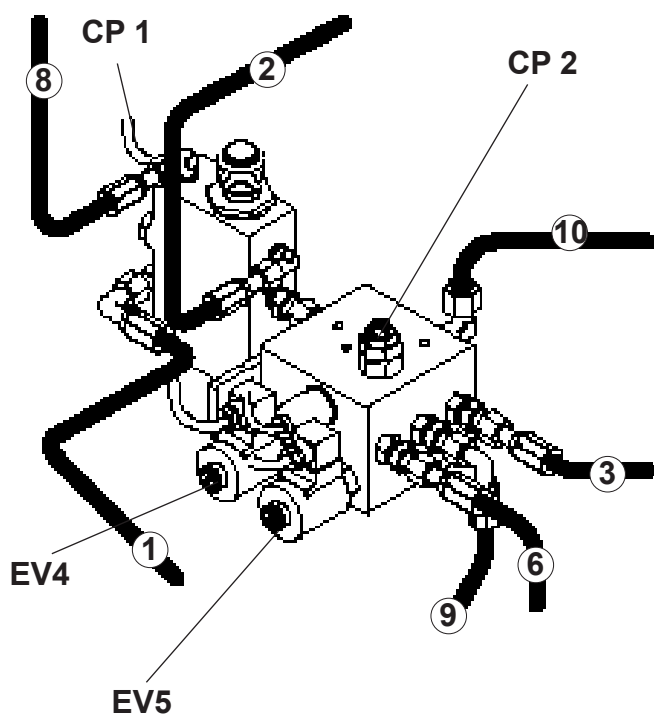
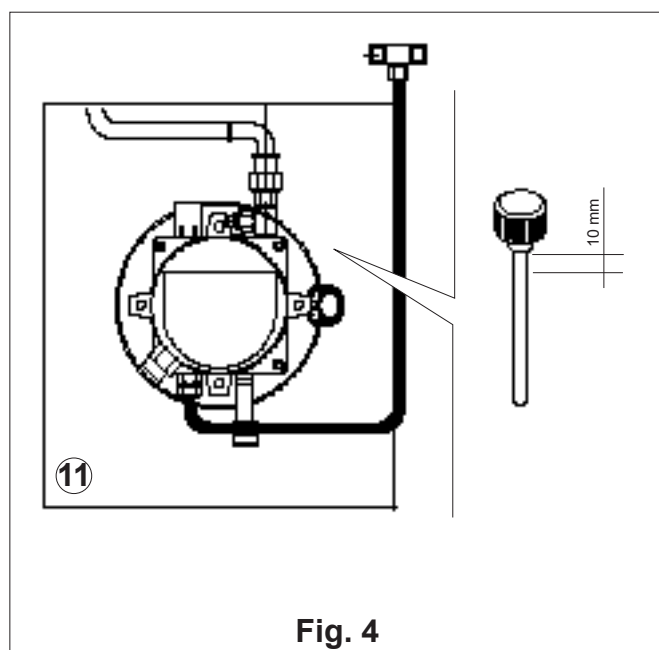

Fig. 3
Fig. 4
- Raccorder le tuyau (8) à la vanne et au vérin (A).
- Raccorder le tuyau de drainage (5) à l'unité de commande.
- Remplir le réservoir (7) avec de l'huile ESSO NUTO H32 ou une huile équivalente (Qté).
- Brancher le câble électrique au pressostat CP (Fig.3)
- Raccorder les tuyaux de drainage (4 et 5) à l'unité de commande (11) à l'aide du tuyau (7) (fig.4).
- Remplir le réservoir (12) avec de l'huile ESSO NUTO H32 ou une huile équivalente (Qté).
- Raccorder les câbles électriques de l'unité de commande aux électrovannes EV4-EV5 et aux pressostats CP1-CP2 (fig.3).